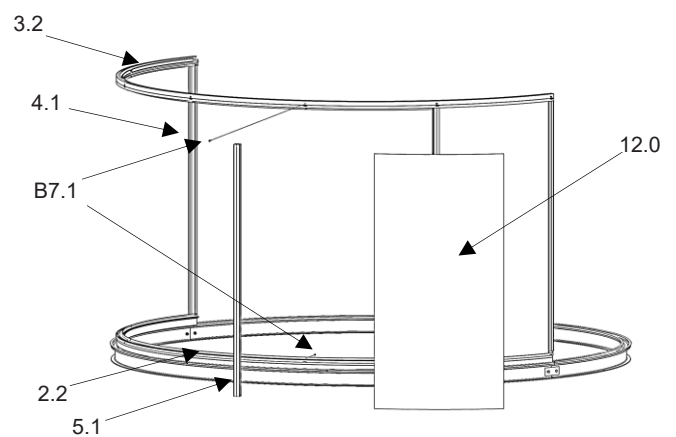

Abb.19
- nach dem Einsetzen der Glasscheibe die Randsprosse wieder montieren. (Abb.19)